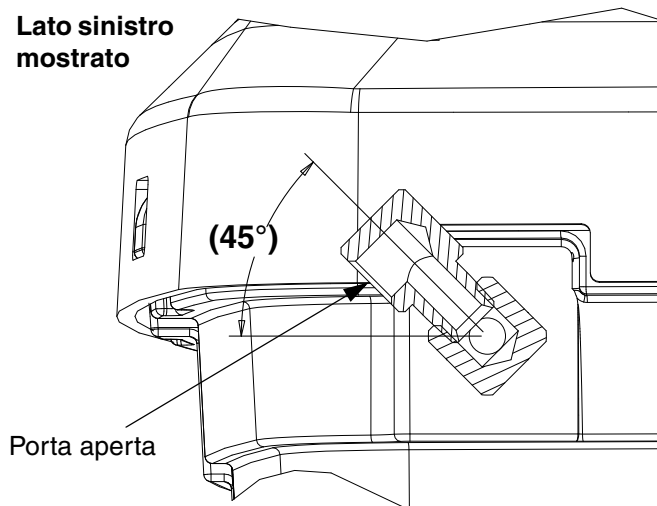

FIG. 21: Orientamento dei raccordi di sfiato
Non riempire completamente l'area esterna rivestita se si usa il kit di circolazione nel serbatoio/flessibile. Vedere le istruzioni di riempimento nel manuale del kit di circolazione nel serbatoio/flessibile. L'eccessivo riempimento può causare il traboccamento del fluido di riscaldamento dai raccordi di sfiato (vedere la FIG. 21) durante l'avvio.
4. I raccordi di sfiato possono essere installati su entrambi i lati. Vedere la FIG. 21 per il corretto orientamento dei raccordi di sfiato.